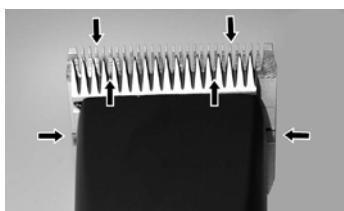

Fig. 21
Para obtener un buen resultado de corte y aumentar la vida útil de la máquina de cortar pelo y del cabezal de corte, es esencial aplicar una fina capa de aceite entre la cuchilla superior y la inferior (Fig. 21).
- Engrase suficientemente la cuchilla de corte mientras corta el cabello (al menos cada 15 minutos) para que no se seque (Fig. 21).